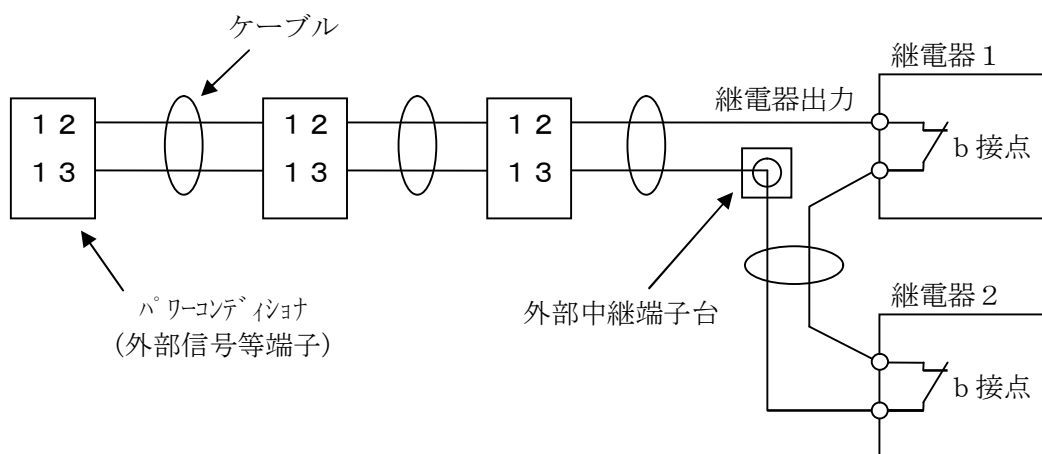

図10.9 外部継電器等の配線方法（パワーコンディショナ3台、b接点出力の継電器2台の例）
- ・外部に継電器等（OVGR等）を使用する場合は、パワーコンディショナの外部制御端子（12-13）を短絡している配線（出荷時端子台に実装済み）を外し、継電器等の出力をパワーコンディショナの制御信号等端子の外部制御端子（12-13）に接続してください。また、複数の継電器等を使用する場合は接点を直列に接続してください（図10.9参照）。